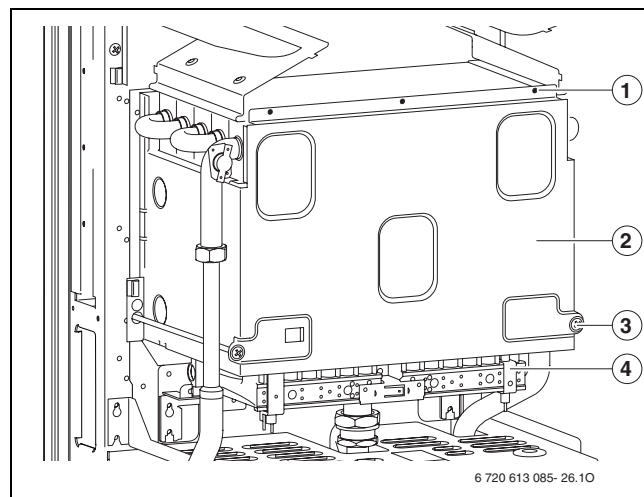

Fig. 53 Aprire il bruciatore
- Rimuovere la parete anteriore della camera di combustione e il bruciatore (fig. 53).